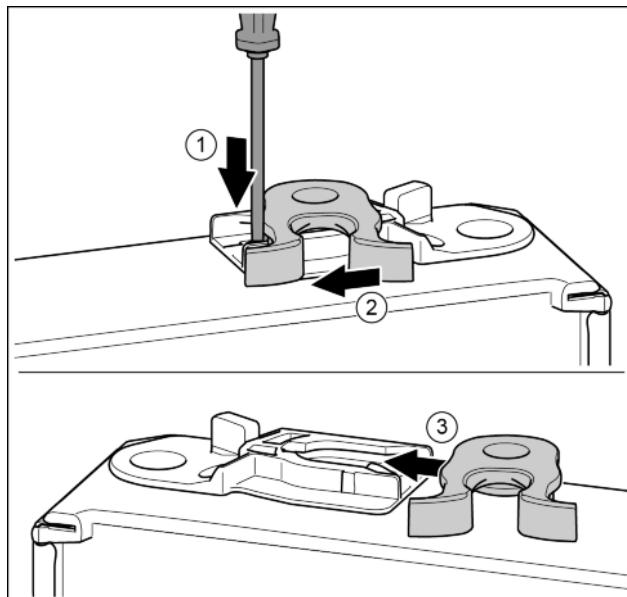

Fig. 18
- Нажать накладку шлицевой отверткой вниз. *Fig. 18 (1)*
- Запорный крючок вывести из направляющей. *Fig. 18 (2)*
- Запорный крючок вставить в направляющую с другой стороны. *Fig. 18 (3)*